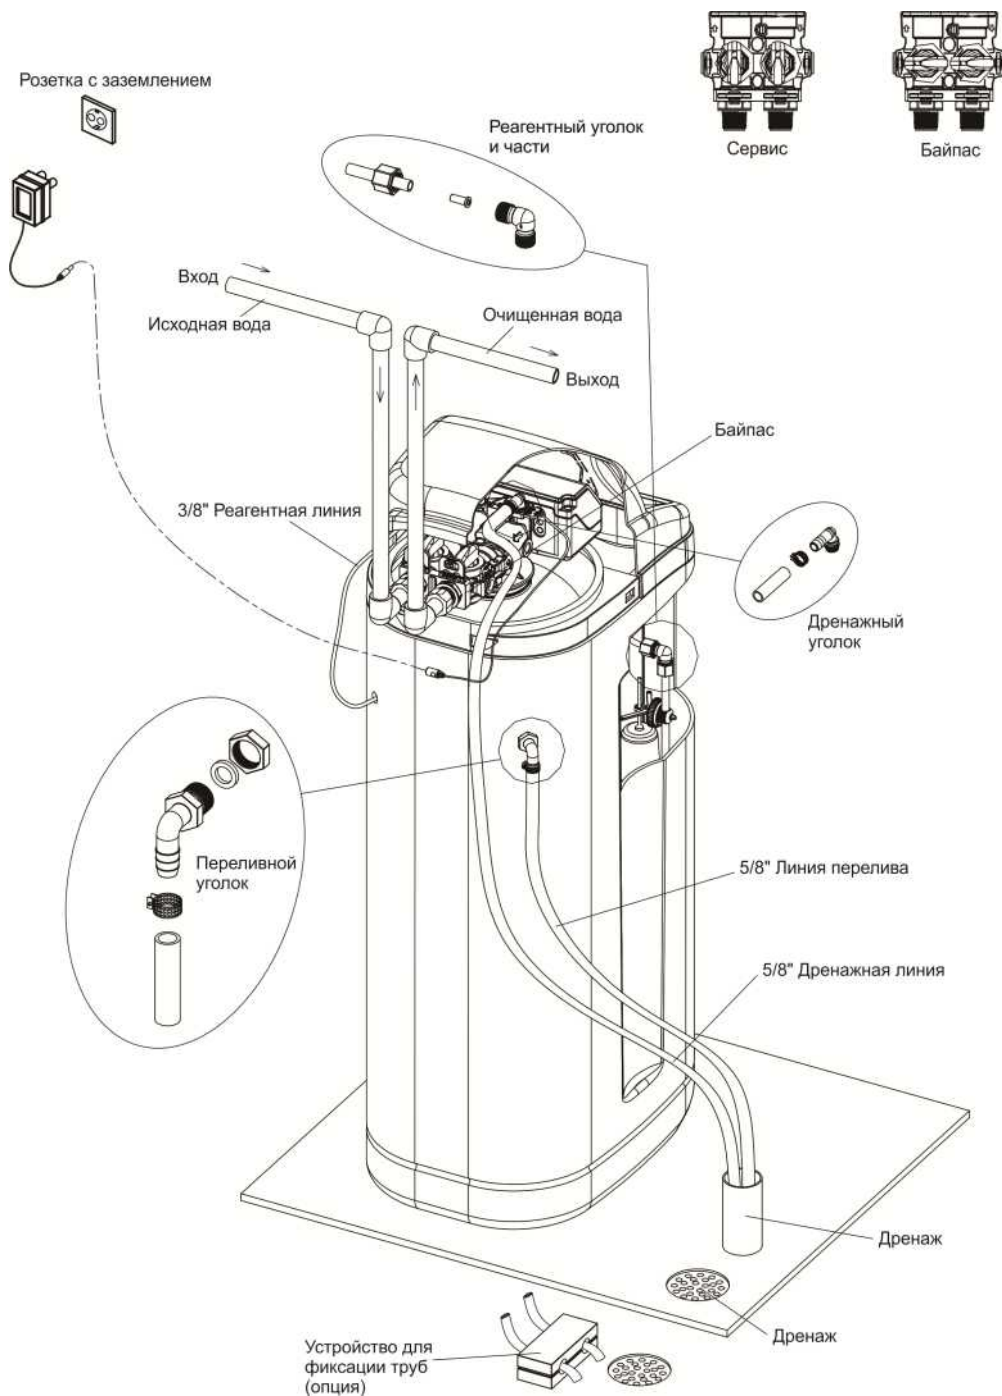

Рисунок 3
8.5 Подключите универсальный фильтр к водопроводной магистрали: руководствуясь рис. 3, присоедините соответствующие фитинги к входному и выходному патрубкам байпасного крана и зафиксируйте их на месте при помощи 2 клипс. Внимание! Не путать направление подключения, т.к. это приведет к нарушению работоспособности универсального фильтра. Внимание! Подводящие трубопроводы и дренажную линию необходимо должным образом укреплять, чтобы избежать чрезмерной нагрузки непосредственно на клапан.